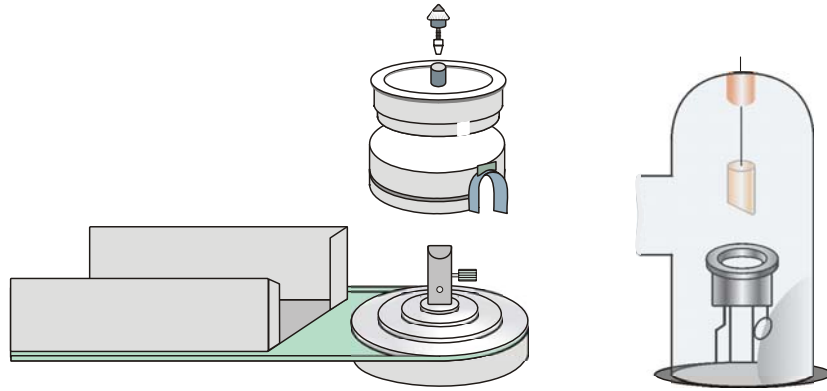

Fig. 7 Montage et démontage de la caméra Debye-Scherrer
La caméra Debye-Scherrer-Kamera est constituée de trois parties : Boîtier, couvercle et support de serrage à roue conique (voir Fig. 7). La réalisation de clichés suivant la méthode de Bragg est par exemple possible en liaison avec l'entraînement moteur.
- Placer le boîtier de la caméra Debye-Scherrer à titre d'essai entre le capot en verre plombé et le porte-échantillon (voir Fig. 7). Si la fixation de la caméra n'est pas complètement exempte de jeu, procéder à un réglage avec la vis située sur le fond de la caméra.